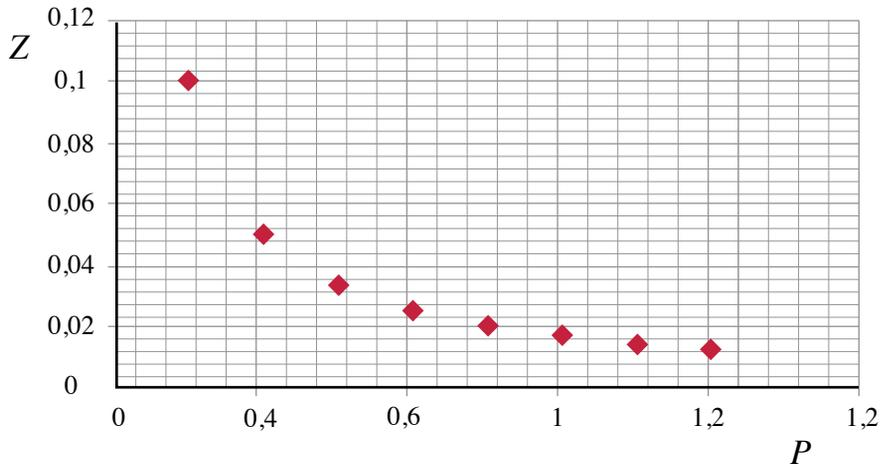

Figura 7. Gráfico de $z = f(P)$
Lo primero que se debe hacer es linealizar los datos de la tabla 6 ya que la ecuación (12), como se observa en la figura 7, no representa una ecuación lineal. Por lo tanto, si se hace $x = \frac{1}{P}$, es claro que $z = f(x)$ sí representa una función lineal como se muestra a continuación: